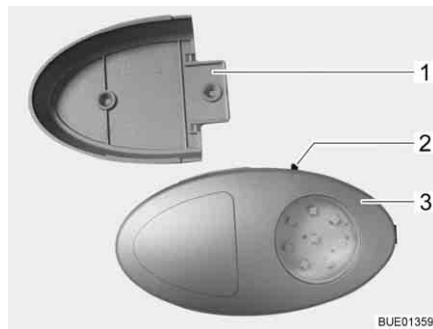

Bild 64 Kleiderschrankleuchte
- ▷ Die Kleiderschrankleuchte kann aus der verschraubten Halterung (Bild 64,1) herausgezogen und als Taschenlampe verwendet werden.
Der Ein-/Ausschalter (Bild 64,2) ist direkt an der Kleiderschrankleuchte (Bild 64,3) angebracht.